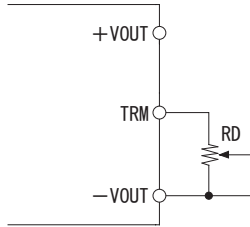

図3.2 出力電圧を低く設定する場合
(2) 出力電圧を低く設定する場合
■図3.2のように接続することで、出力電圧を低く設定することができます。外付け抵抗RDは、次の式によって計算できます。